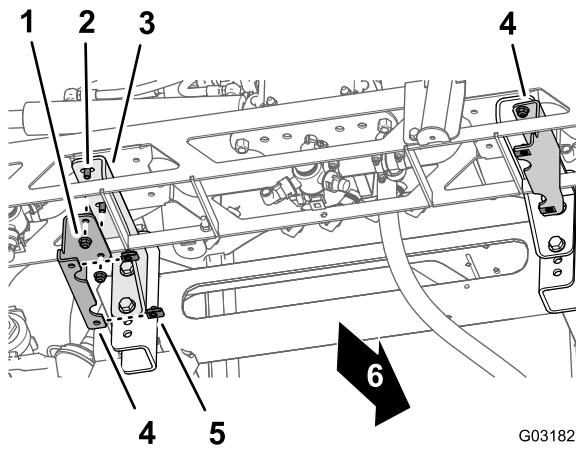

Bild 41
3. Entfernen Sie die zwei Sicherungsbundmuttern (3/8"), mit denen die Stützhalterung der linken Abdeckung an der linken Stützhalterung für den mittleren Auslegerabschnitt befestigt ist, und nehmen Sie die Stützhalterung der Abdeckung ab (Bild 41).
4. Schrauben Sie die zwei Sicherungsbundmuttern (3/8") auf die Bundkopfschrauben (3/8" x 1") der linken Stützhalterung für den mittleren Auslegerabschnitt (Bild 41) auf, und ziehen Sie die Schraube und Mutter bis auf 37-45 Nm an.
5. Wiederholen Sie die Schritte 3 und 4 für die Stützhalterung der Abdeckung und die Stützhalterung des mittleren Auslegerabschnitts an der rechten Seite des mittleren Auslegerabschnitts (Bild 41).
6. Entfernen Sie die Klemmmuttern von der linken und rechten Stützhalterung der Abdeckung (Bild 41).